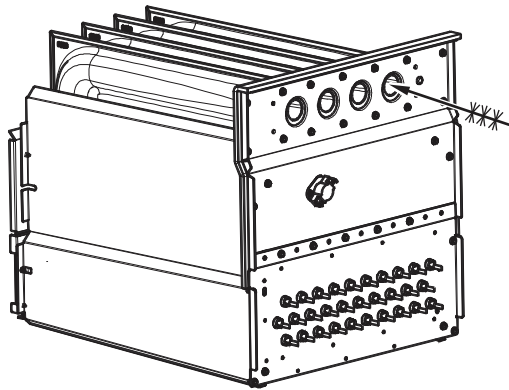

Fig. 72 – Nettoyage de la cellule de l'échangeur thermique A11273
- Nettoyez les ouvertures de l'échangeur thermique à l'aide d'un aspirateur et d'une brosse douce (consultez la Fig. 72).